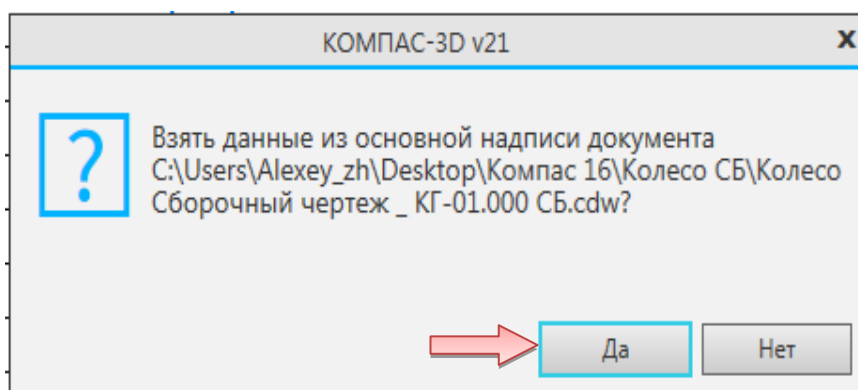

Рис. 3.11. Запрос на копирование данных из основной надписи чертежа в спецификацию
- В ответ на запрос системы относительно копирования данных из штампа чертежа нажмите кнопку «Да» (рис. 3.11).